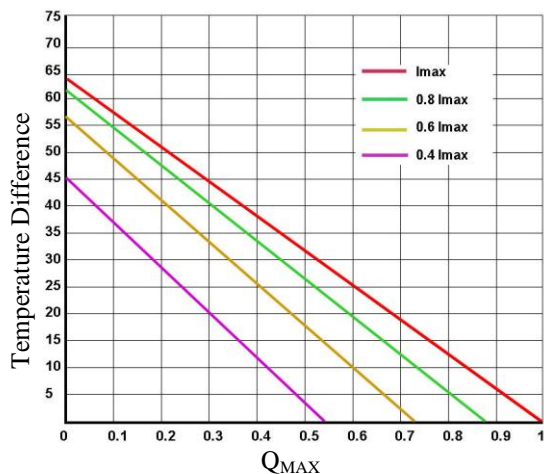
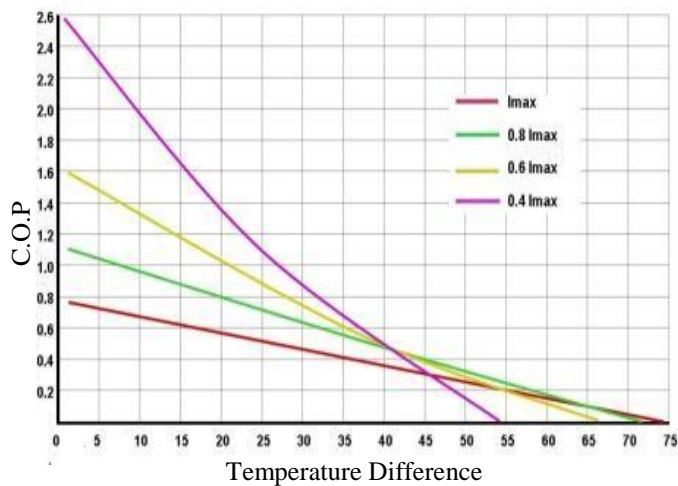

图 2. DT与 Q_{MAX} 的关系图
图 9. C.O.P 与 DT 的关系图
5. 用图 2 到图 9 中的图表来决定使用哪一种 TEC：需要用散热片散多少热，散热片的温度是多少，等等。